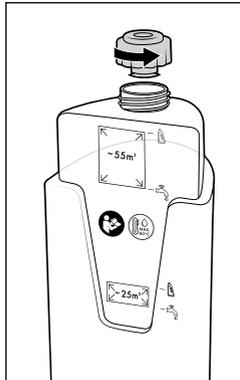

Abb. 7
- ◆ Drehen Sie den Frischwasserbehälter **11** um und schrauben Sie den Deckel ab (siehe Abb. 7).